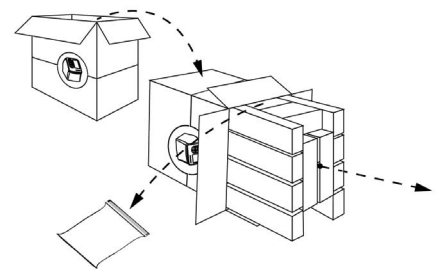

Figura 3
4. Deite a caixa na lateral (Figura 3).
5. Deslize lentamente o instrumento e a espuma circundante para fora da caixa utilizando o tubo castanho que se encontra entre os painéis de espuma (Figura 3).
6. Remova a Bolsa de Acessórios e coloque de lado (Figura 3).